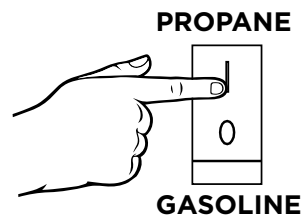

Figure 11 - Sélection de carburant - Essence
8. Assurez-vous que le sélecteur de carburant est sur Propane (voir la figure 11 ci-dessous).